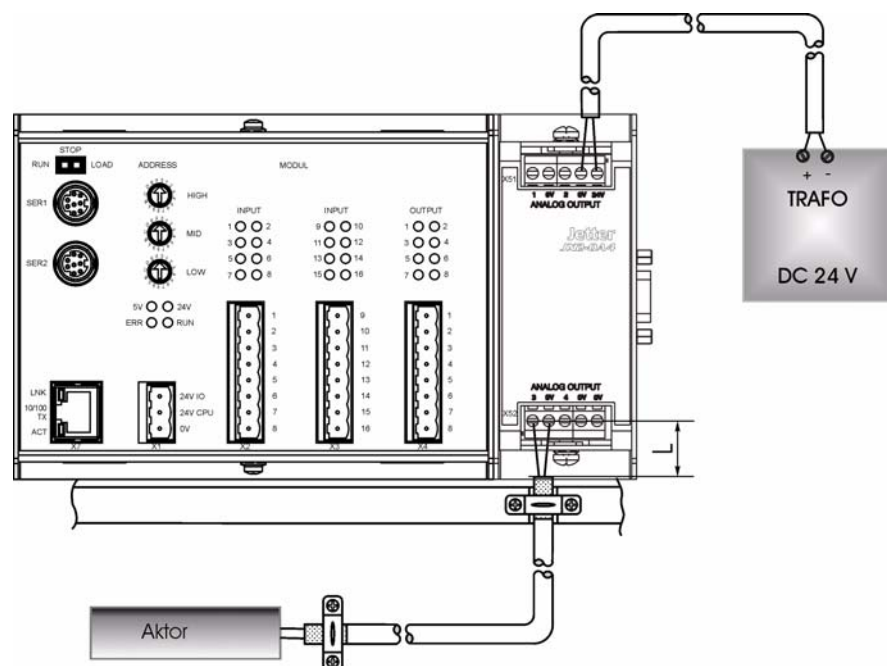

Abb. 2: EMV-konformer Schirmanschluss bei Schraubklemmen
- Der Schirm und die Zugenlastung muss niederohmig und großflächig mit einer geerdeten Fläche verbunden sein. Die Erdung muss dabei so erfolgen, dass das ungeschirmte Stück der Leitung möglichst kurz gehalten wird (siehe Abb. 2).
- der Abstand "L" von den Drahtenden ohne Abschirmung auf maximal 8 cm begrenzen (siehe Abb. 2).